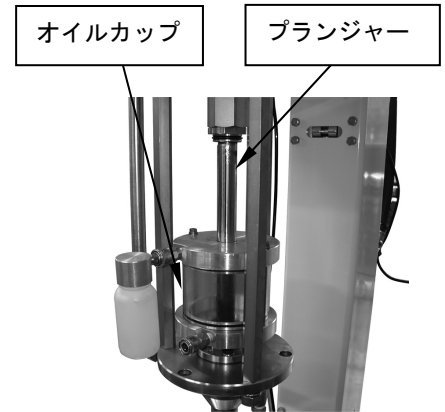

Fig.7.1
- 1) ポンプのプランジャー摺動部とオイルカップは、パッキンでシールしていますが、上下摺動の繰り返しでプランジャーの外周に付着したオイルが蓄積しますので、日常清掃を行ってください。(Fig.7.1)